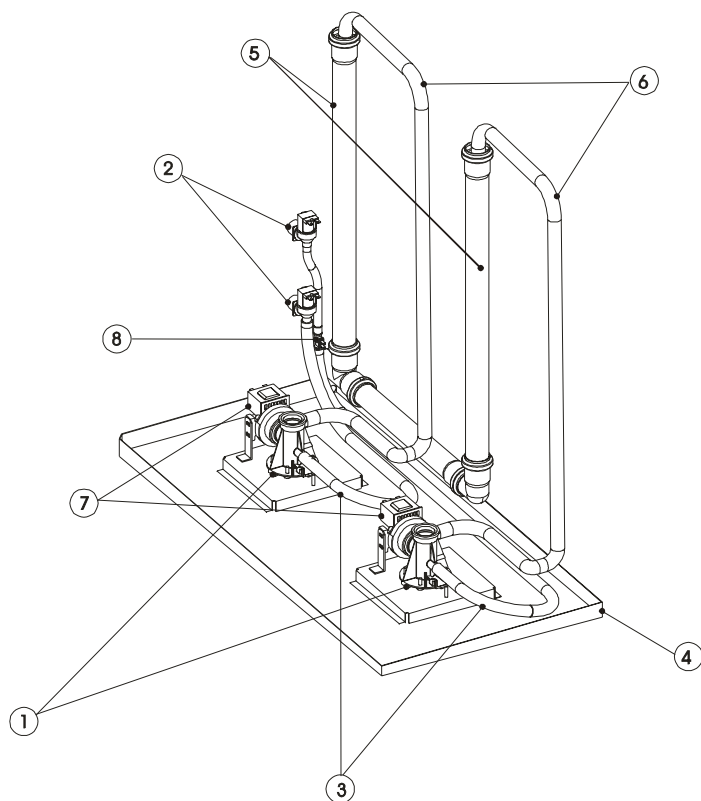

Рис. 9.2.1
- **Поддон в основании** (Рис.9.2.1, № поз. 8)